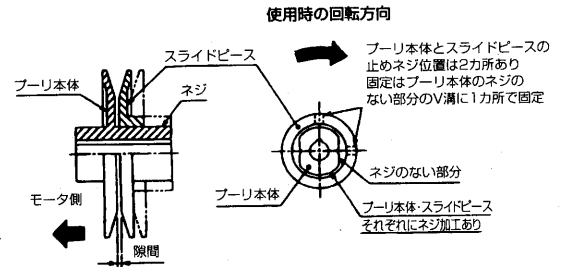

図1
③ 下記の調節方法に従い、可変プーリのPCφを調節します。(図1)